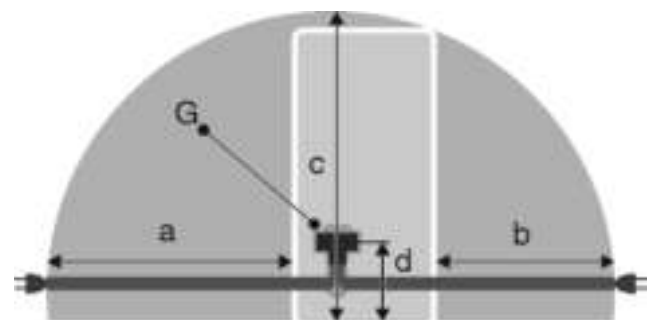

Fig. 48
- De contactdoos bevindt zich buiten het bereik van de achterzijde van het apparaat in het desbetreffende gedeelte *Fig. 48 (a, b, c)*.
- ▶ Breng de apparaatstekker *Fig. 48 (G)* aan de achterzijde van het apparaat aan. Let op het correct vastklikken.